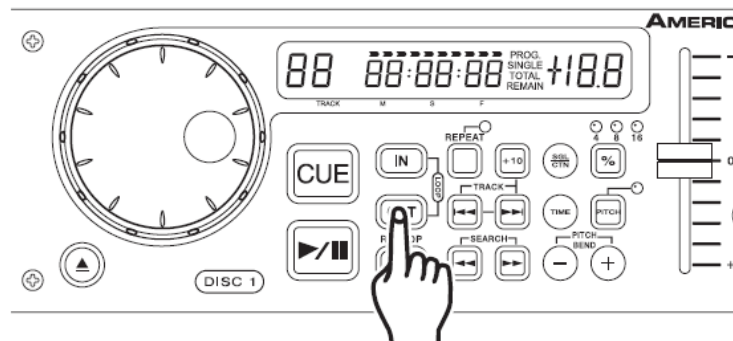

Bild 18
Drücken Sie den OUT Button (11), um den Endpunkt Ihres nahtlosen Loops zu setzen (**Bild 18**). Die IN und OUT Buttons leuchten, um anzuzeigen, dass Sie sich gerade in einem Loop befinden. Drücken Sie den Out Button ein weiteres Mal, um den Loop zu verlassen.
Drücken Sie den OUT Button (11) erneut, wenn Sie den neuen Endpunkt erreichen (**Bild 18**).
- Für einen kürzeren Loop: drücken Sie den OUT Button (11) an einem früheren Punkt im Track (**Bild 18**).
- Für einen längeren Loop: drücken Sie den OUT Button (11) an einem späteren Punkt im Track (**Bild 18**).